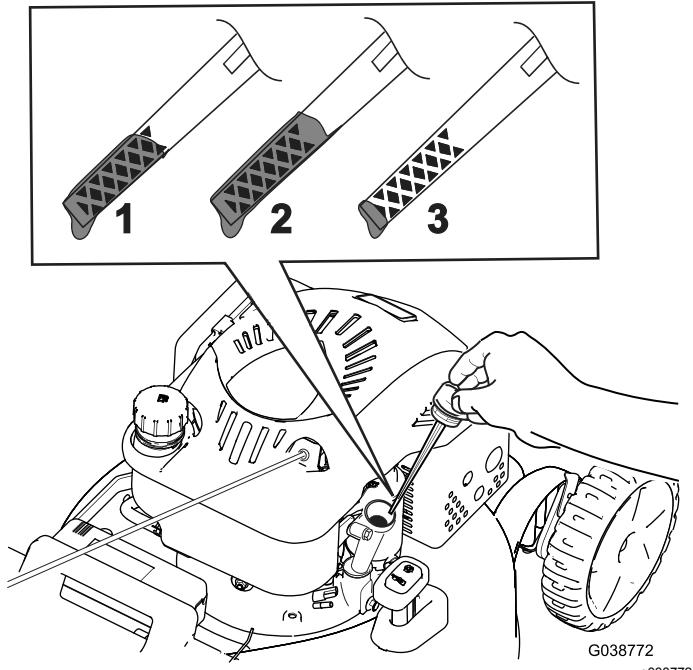

Figure 11
2. Tournez le bouchon dans le sens antihoraire et sortez la jauge (Figure 11).
5. Relevez le niveau d'huile indiqué sur la jauge (Figure 11).
- Si le niveau d'huile est trop bas, (Figure 11), versez avec précaution une petite quantité d'huile détergente SAE 30 ou SAE 10W-30 dans le tube de remplissage, attendez 3 minutes puis répétez les opérations 3 à 5
- Si le niveau d'huile est trop élevé (Figure 11), vidangez l'excédent d'huile jusqu'à obtention du niveau d'huile correct sur la jauge ; voir Vidange de l'huile moteur \(page 18\).